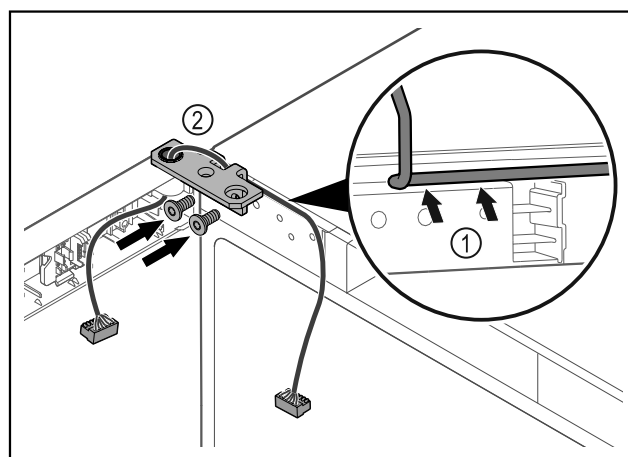

Fig. 53
- Faire passer le câble avec précaution par le trou de l'équerre de charnière Fig. 53 (1).
- Visser l'équerre de charnière Fig. 53 (2).